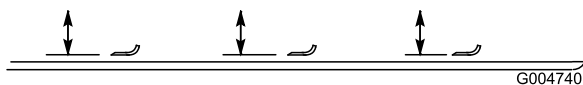

Figura 82
2. Girate la lama fino a disporla in parallelo con la lunghezza della macchina (Figura 82). Misurate la distanza tra l'interno dell'apparato di taglio e il tagliente sulla parte anteriore della lama. Ricordate questa misura.